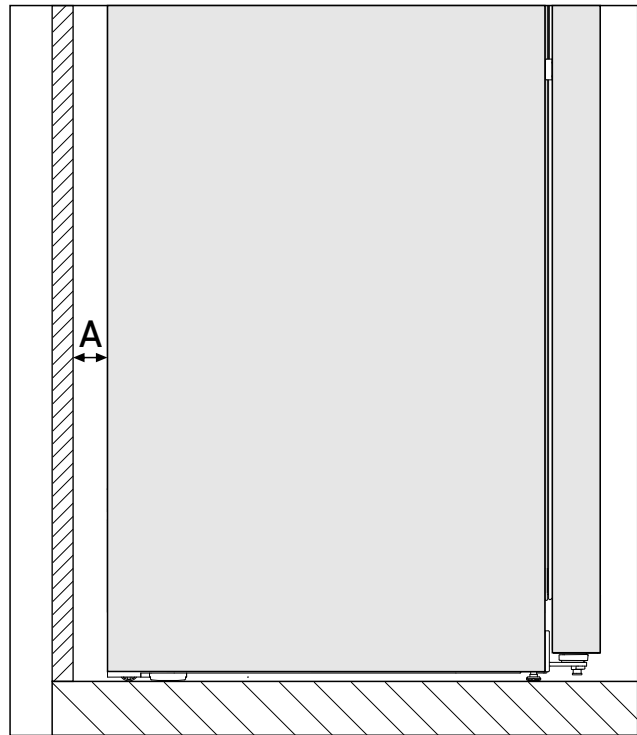

Fig. 3 \*
Der Energieverbrauch wurde mit einem Wandabstand Fig. 3 (A) zwischen Geräterückseite und Wand ermittelt. Wenn der Wandabstand weniger als Fig. 3 (A) beträgt, hat dies keinen Einfluss auf die Funktionsfähigkeit des Geräts, allerdings erhöht sich bei geringerem Wandabstand der Energieverbrauch geringfügig.